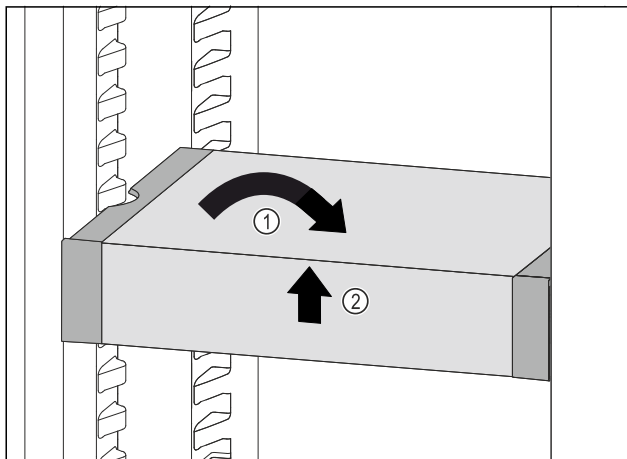

Fig. 85
- VarioSafe gerade stellen. Fig. 85 (1)
- VarioSafe vorne anheben. Fig. 85 (2)